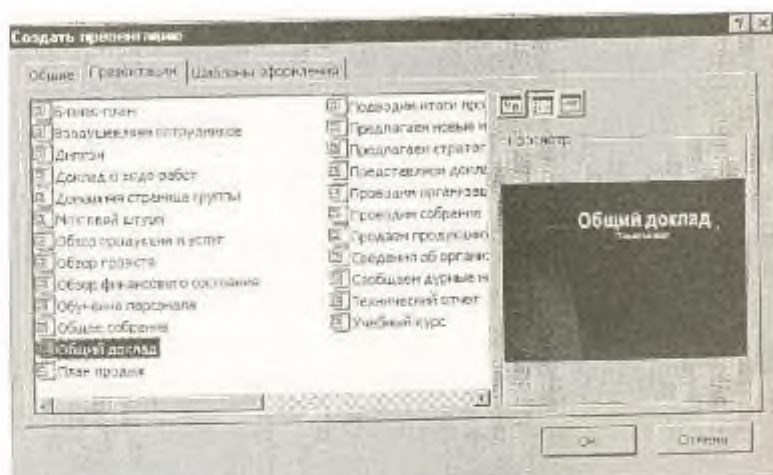

Рис. 28.4. Создание презентации на основе шаблона
1. Выполните команду *Файл/Создать*. В открывшемся окне *Создать презентацию* перейдите на вкладку *Презентации*, выберите «Общий доклад» и нажмите кнопку ОК (рис. 28.4).